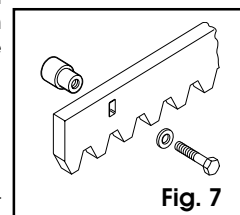

Fig. 7
- 1) Bereid de tandheugel (die op bestelling geleverd wordt) voor met de bijgeleverde schroeven TE 8x25 en de afstandstukken die gelast moeten worden, zoals op fig. 7.